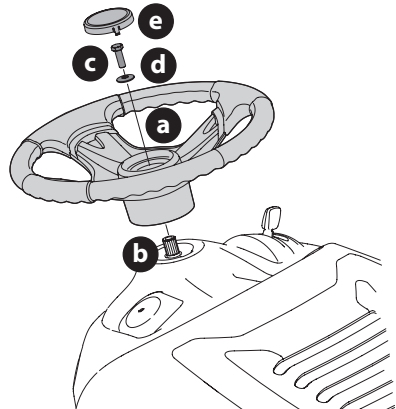

Figura 6
2. Con las ruedas delanteras del tractor apuntando hacia adelante, alinee el volante (a) y colóquelo en el eje de la dirección (b) (Figura 6).
3. Asegure el volante (a) con el perno hexagonal (c) y arandela (d) desde debajo de la tapa del volante (e) y ajuste hasta 18-22 pies-libras (24-30 N-m) (Figura 6).
4. Coloque la tapa del volante (e) sobre el centro del volante (a) y empuje hacia abajo hasta que haga clic al calzar en su lugar. (Figura 6).
NOTA: el perno hexagonal (c) que asegura el volante (a) tiene sellador de rosca; de modo que si se lo extrae, se recomienda reemplazar el perno hexagonal (c) o volver a aplicarle sellador de rosca (Figura 6).